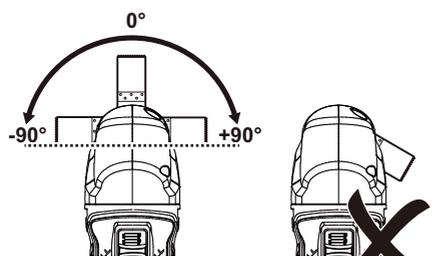

Fig. 11
ADVERTENCIA: Ajuste únicamente el rascador (7) y la hoja de sierra de inmersión (8) a un ángulo dentro del rango de -90° a $+90^\circ$. Nunca ajuste el rascador y la hoja de sierra de inmersión apuntando hacia atrás (Fig. 11, 12).